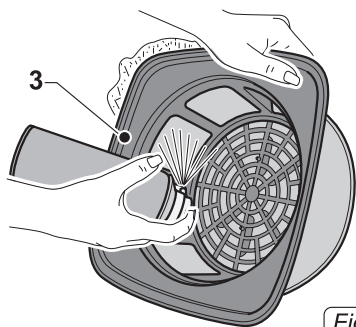

Fig. 17
- Очистить фильтр (3 Рис.17) изнутри по направлению наружу с помощью струи воздуха; можно вымыть фильтр (3 Рис. 17) в теплой воде и установить его обратно только после полного высыхания; при чрезмерном загрязнении фильтра следует заменить его.